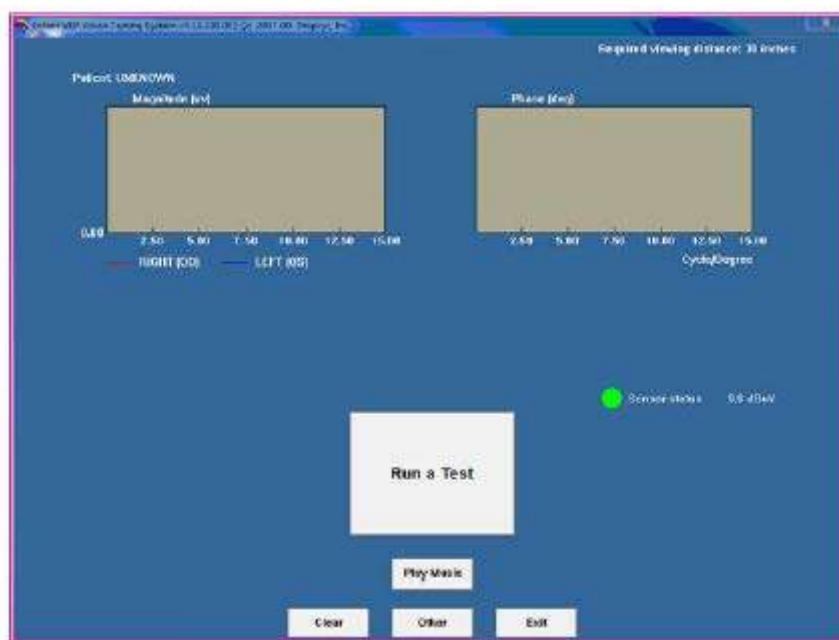

Figura 103: A tela de inicialização Enfant®
- Para Adicionar, Editar ou Excluir Informações do Paciente - Clique em Outros (Figura 103).